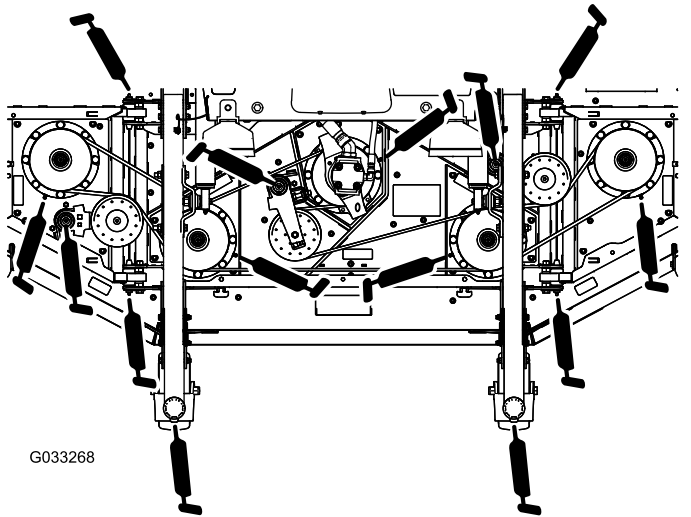

Bild 83
- 2 Laufradgabelbüchsen (Bild 83)
- 5 Spindelwellenlager (im Spindelgehäuse), siehe Bild 83 .
- 3 Spanscheibenarm-Drehbüchsen (die sich auf der die Spanscheibe tragenden Drehgelenkwelle befinden), siehe Bild 83 .
- Vier Drehbüchsen am Seitenmähwerk (die sich an den Lagerbolzen des Seitenmähwerks befinden), wie in Bild 83 abgebildet.